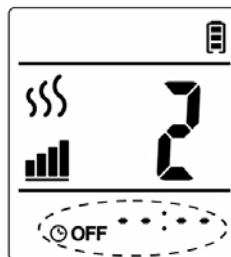

Abb. 4-1
1. Drücken Sie die Taste **TIMER OFF**. Auf dem Display wird **OFF ---:--** angezeigt (siehe Abb. 4-1).